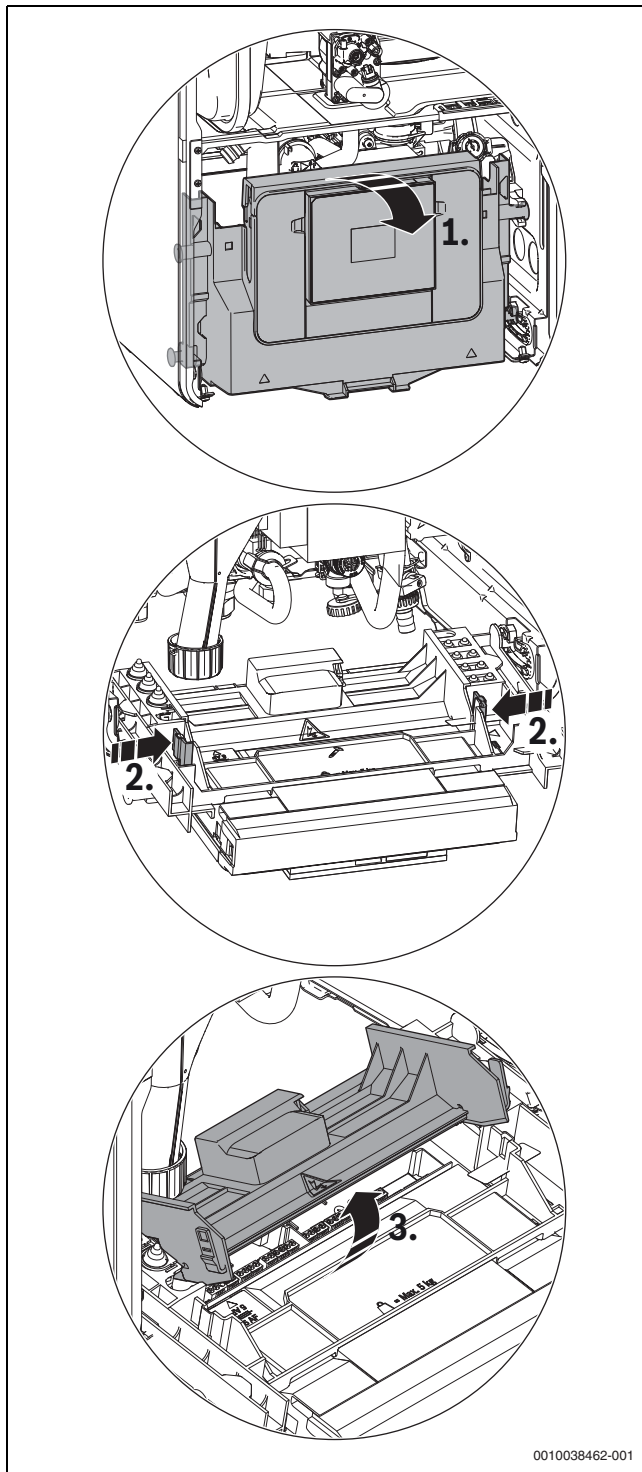

Fig. 25 Klap afdækningen op
- ▶ Klap styreenheden ned (→ fig. 25).